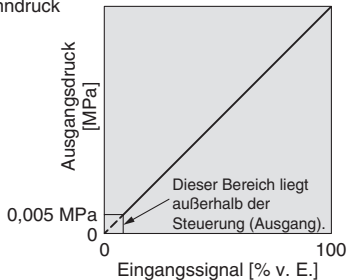

Abb. 1 Diagramm der Eingangs-/Ausgangsmerkmale
- *1 Das Verhältnis zwischen Einstelldruck und Eingang ist in Abb. 1 dargestellt. Da der maximale Einstelldruck für jede Druckanzeige unterschiedlich ist, siehe Seite 58.